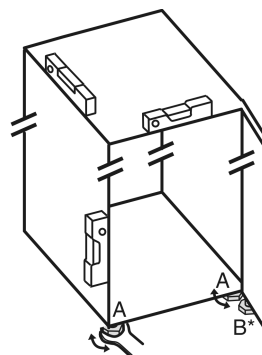

Fig. 2
- Extrageți prin rotire picioarele reglabile Fig. 2 (A) cu cheia fixă atașată și cu ajutorul unei nivele cu apă, până când aparatul este fix și aliniat plan.
▶ Extrageți prin rotire piciorul reglabil Fig. 2 (B) de la suportul de lagăr cu cheia fixă atașată, până când acesta atinge solul.
▶ Continuați să rotiți piciorul reglabil Fig. 2 (B) cu 90°.